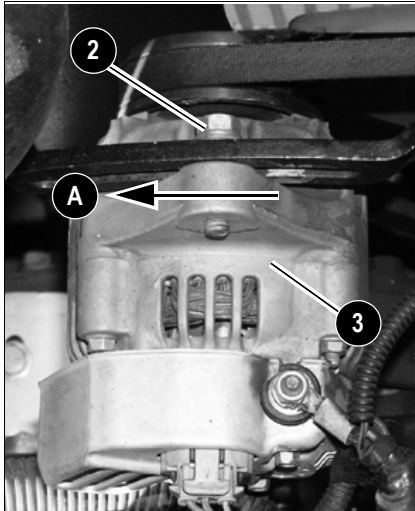

Fig. 41: Retensado de la correa
- ☞ Utilizando un medio auxiliar adecuado, mover el alternador de corriente trifásica en dirección de la flecha **A** hasta que se haya alcanzado la tensión correcta (Fig. 41)